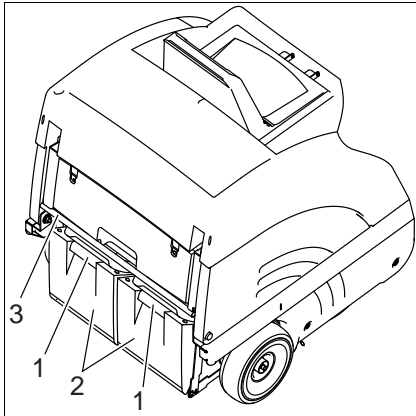

Fig.10 Depósitos de resíduos
- Levante o manípulo (Fig. 10/3) e os depósitos (Fig. 10/2) são baixados.
- Use a pega (Fig. 10/1) de um dos depósitos para o levantar ligeiramente e removê-lo.
- Recoloque o depósito (Fig. 10/2) e baixe o manípulo (Fig. 10/3).